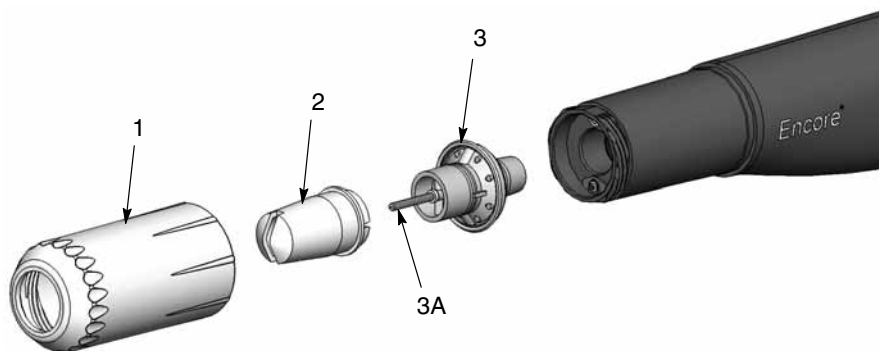

Bild 7 Demontering och byte av fiskstjärtförmått munstycke
1. Se bild 7. Skruva motsols av munstycksmuttern (1).
2. Drag av det fiskstjärtformade munstycket (2) från elektroddelen (3).